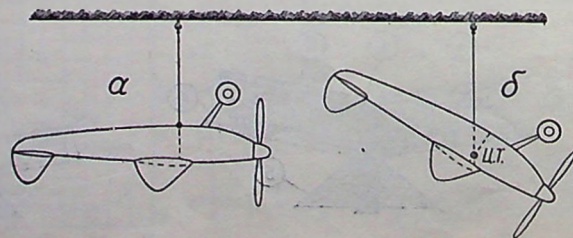

Рис. 2.
3. Центр тяжести модели можно найти путем подвешивания ее на нити (рис. 2, а), прикрепленной к нижней части фюзеляжа в той точке, в которой достигается продольное равновесие (резинотомор предварительно нужно слегка закрутить и закрепить в таком положении шпилькой). Когда эта точка (т. е. местонахождение центра тяжести по длине) найдена, прикладывают к нитке длинную линейку и переносят вертикаль на боковую поверхность фюзеляжа. Затем подвешивают модель за другую точку (рис. 2, б) и опять переносят вертикаль на фюзеляж. Точка пересечения двух проведенных линий на фюзеляже и покажет приблизительное положение центра тяжести модели (Ц. Т.).